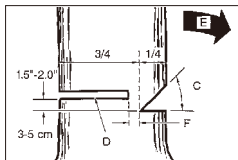

Рисунок 11В
Категорически запрещается находиться со стороны подпила перед деревом, на котором выполнен направляющий подпил. Выполните валочный пропил (D) с другой стороны ствола дерева на 3–5 см (1,5–2,0 дюйма) выше края направляющего подпила (С) (рис. 11В).